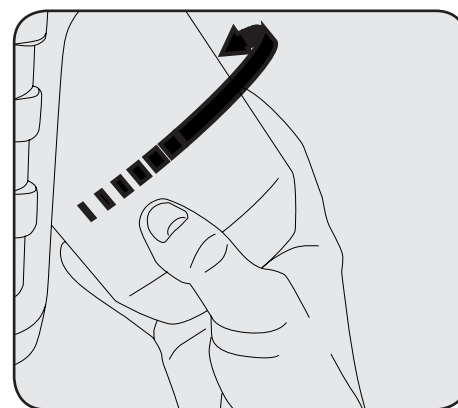

Figura 2
- Gire el regulador de la parte posterior del calentador hacia afuera para facilitar la instalación del tanque. Atornille el cilindro de suministro de gas LP desechable de 1 lb en sentido horario (desde la parte inferior) en el calefactor portátil hasta que quede bien apretado a mano. Vea la Figura 2. No utilice sellador para roscas en esta conexión.